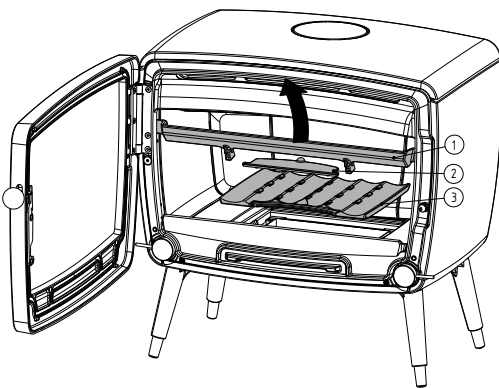

Fig. 3 Demontering/montering av støpegodsdel for Vintage 50 og 35. Ved demontering start med laveste tall og motsatt ved montering.
løse deler i peisovnen som vist på fig. 3, 4 og 4a. Monter nedre del på bena (se fig. 5).
7. Innvendige, løse deler settes tilbake på plass. Se fig. 3, 4 og 4a.